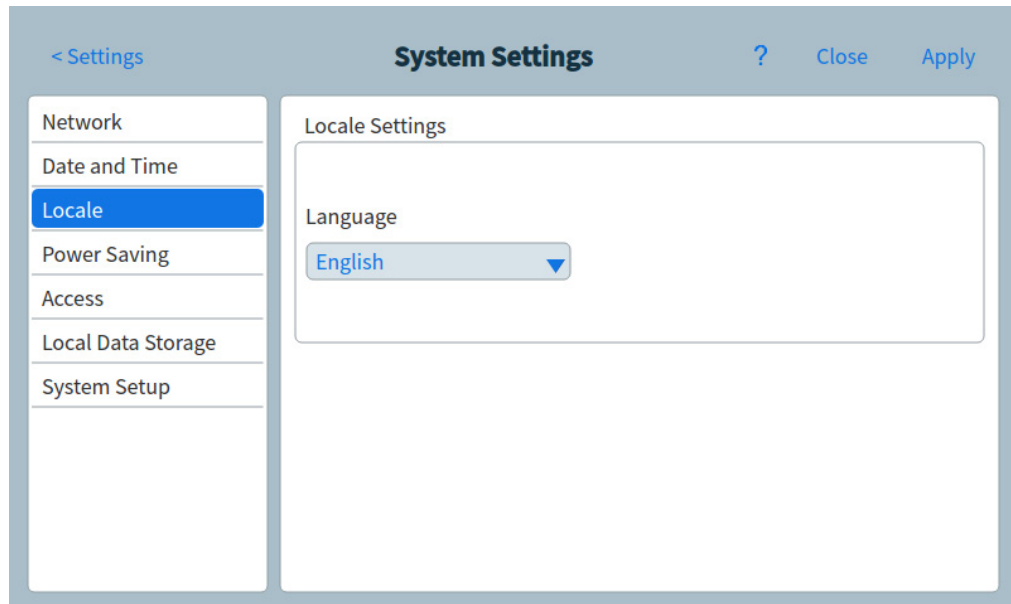

Figura 58. Pagina impostazioni locale
- 1 Dalla pagina System Settings, selezionare il tasto di selezione **Locale**. Si apre la pagina Impostazione locale. Consultare **Figura 58**.